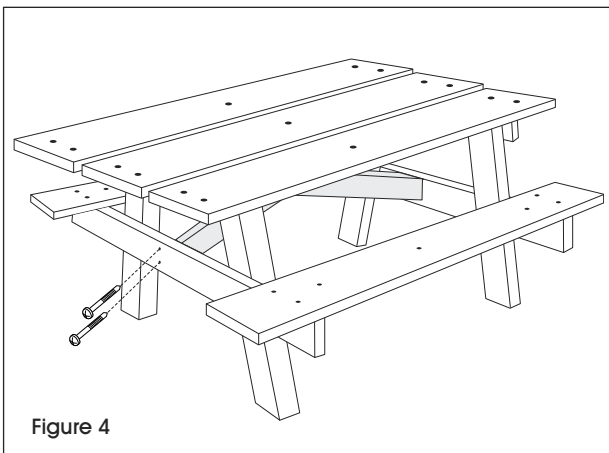

Figure 4
- À l'aide de vis pour bois traité de 3 po (à bien visser plus tard à l'étape 8), fixez sans serrer les deux supports de dessus de table (angles égaux) sur la paroi inférieure de la table en A avec le support de dessus de table (angles différents) placé au centre. (Voir Figure 4)